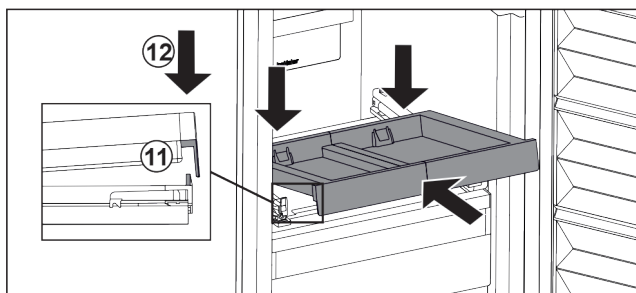

Fig. 27
- ▶ Inserire in modo inclinato. Assicuratevi che l'arresto sia dietro la linguetta su entrambi i lati. Fig. 27 (11)
- ▶ Abbassare il ripiano estraibile nella parte anteriore. Fig. 27 (12)